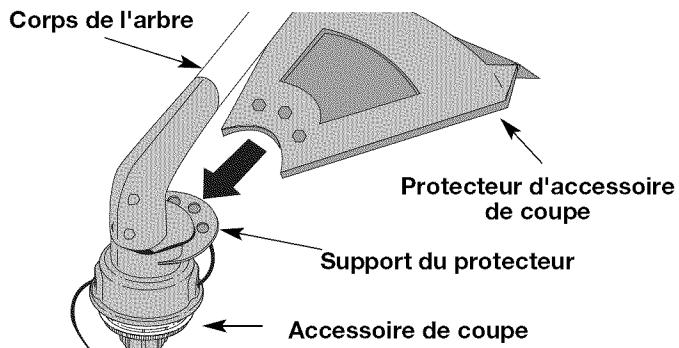

Fig. 3
- Glissez le protecteur d'accessoire de coupe dans son support, situé sur l'accessoire. Alignez les trous à vis du protecteur avec ceux de l'accessoire de coupe (Fig. 3).